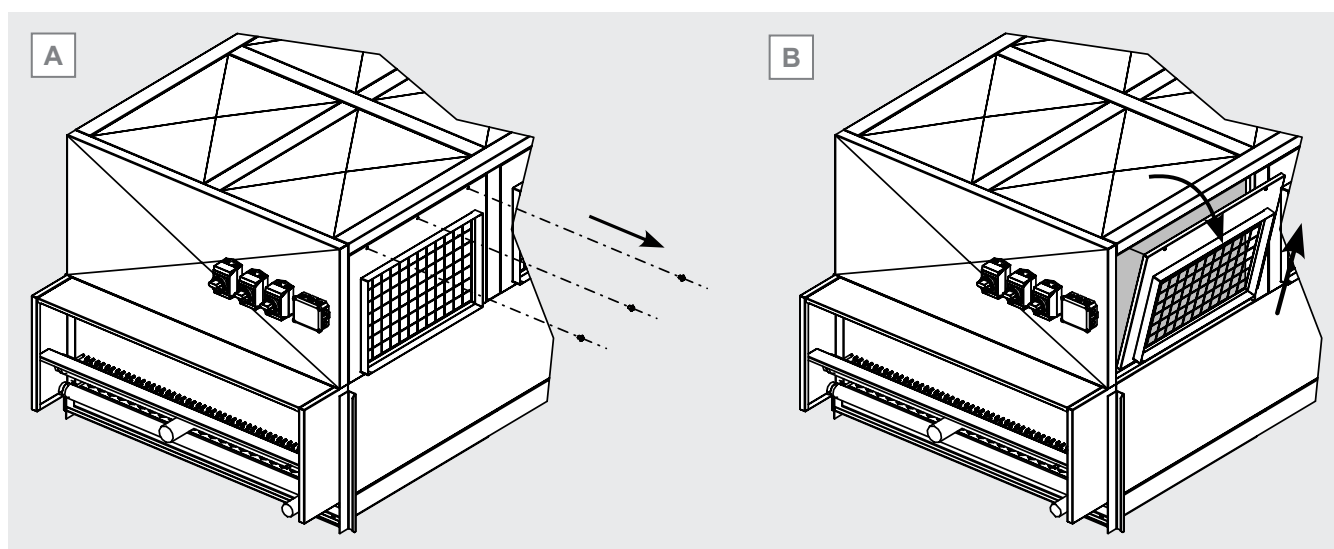

Figure 9
- 8.2.7 Conserver le panneau dans un endroit adéquat où il ne peut ni être endommagé ni constituer un danger pour les personnes ou le matériel. Voir Figure 9 A et B comme exemple.